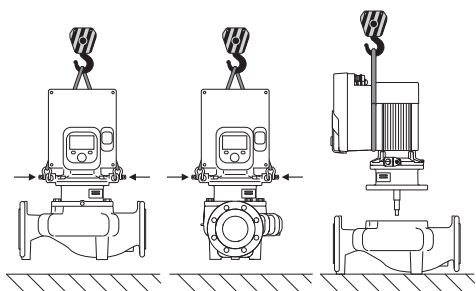

Fig. 6: Løfteretning med lodret motoraksel
Pumpen skal transporteres ved hjælp af tilladt transportgrej (f.eks. sjækkel, kran etc.). Transportgrejet skal fastgøres på transportringene, der sidder på motorflangen. (Fig. 6: her vist: løfteretning med lodret motoraksel).
1. Lad to transportringe (Fig. I, pos. 30) blive på motorflangen.
2. Fastgør indstikssættet (Fig. 4) som sikring med egnet løftegrej i transportringene. For at undgå at enheden vælter, skal du lægge en remsløjfe rundt om elektronikmodulets motor og adapter, som vist i Fig. 6. Sørg ved fastgørelsen for ikke at komme til at beskadige elektronikmodulet.
3. Løsn og fjern skrueerne (Fig. II, pos. 29).